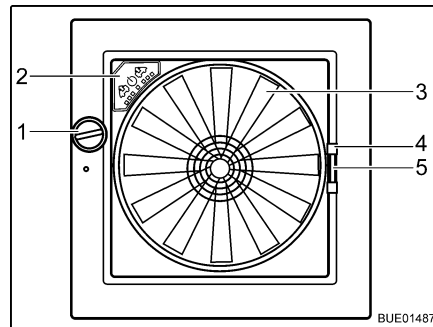

Bild 56 Taklucka Omni-Vent
Öppna: ■ Vrid på vredet (Bild 56,1) tills önskad öppningsvinkel har nåtts.
Stänga: ■ Vrid på vredet (Bild 56,1) tills takluckan är helt stängd.
Stänga: ■ Dra insektsskyddet i handtaget (Bild 56,4) till motstående ramsida.
Stänga: ■ Tryck ihop mörklägningsgardinens handtag (Bild 56,5).
- Fläkt** När takluckan är öppen kan kupén ventileras och vädras med fläkten (Bild 56,3) i 6 nivåer. Fläkten regleras via reglagen (Bild 56,2).